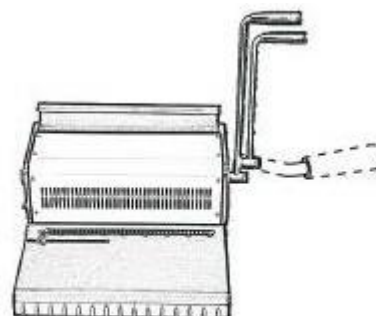

Рис.2
- И.** Плавно опустите рычаг до предела. (смотрите рис.2)